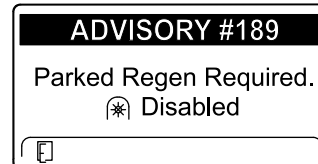

Bild 83
- Wenn Sie eine geparkte Regenerierung nicht innerhalb von zwei Stunden durchführen, wird im InfoCenter „Parked regeneration required – power takeoff disabled ADVISORY #189“ angezeigt (Bild 83).